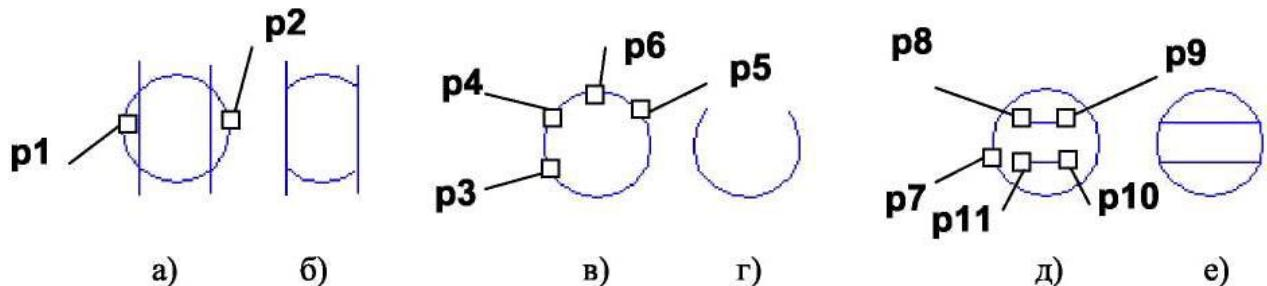

Рисунок 4.10 - Примеры удаления фрагментов объектов
3. Указать точки p1 и p2, находящиеся на оси отражения (рис. 4.10 б).
- Оставить указанный участок. На рис. 4.10 а, б после указания точек p1 и p2 удаляются соответствующие дуги окружностей.
- Усечь кривую двумя точками. Команда удаляет часть объекта, ограниченную двумя произвольно заданными точками. Команда удобна в тех случаях, когда редактируемый объект имеет много пересечений с другими объектами. В команде необходимо указать редактируемый объект (точку p3), а затем задать на нем две точки (p4 и p5), определяющие нужный участок. Он будет удален или оставлен в соответствии с установками переключателей. На рис. 4.10 в отражен порядок указания точек p3, p4, p5 и p6 на окружности для получения изображения, представленного на рис. 4.10 г.
Специального управления. На рис. 4.10 д показана последовательность указания точек p7, p8, p9, p10 и p11 на окружностях и отрезках для получения изображения, представленного на рис. 4.10 е.